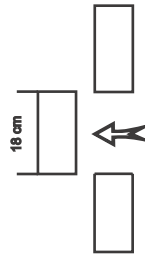

Abb. 2
2) Das Fallrohr an den unteren und oberen Markierung durchtrennen und den abgetrennten Abschnitt entfernen (s. Abb. 2).